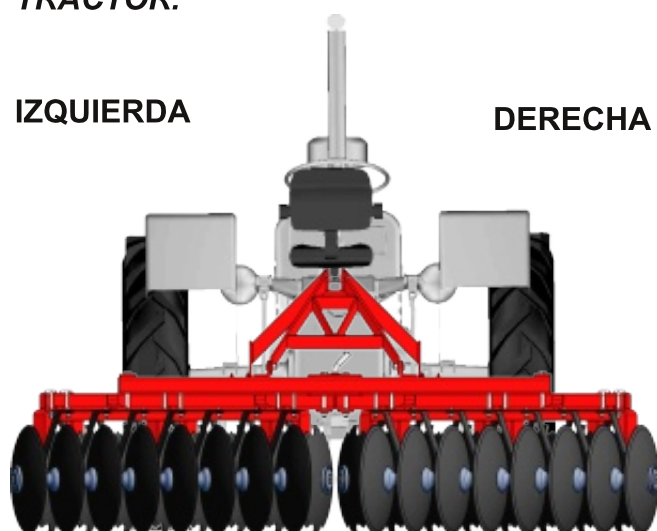

FIGURA No. 1
- El conjunto del marco de la rastra se entrega armado en su totalidad, coloque el conjunto de bocín en los orificios del eje de transporte, utilice la llave que se entrega con la rastra para ajustar las tuercas que los aseguran, coloque las llantas en los bocines y ajústelas. La barra de tiro de la rastra se envía recogida, afloje los tornillos que la aseguran a la barra de enganche y colóquela en posición de trabajo, ajuste los tornillos sin llevarlos a su máximo ajuste para poder enganchar la rastra al tractor. Ver Figura No. 1.